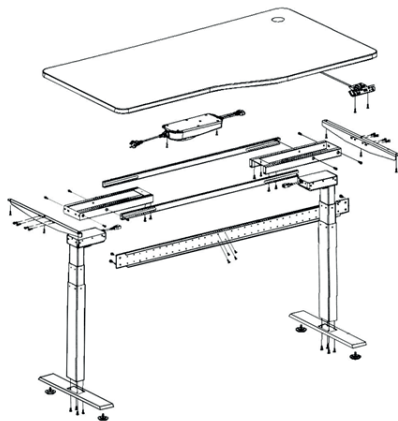

Abbildung 1: Explosionszeichnung
- Steuereinheit, Handschalter, Stromkabel, Hubsäule und Patchkabel wie in Abbildung 1 dargestellt anschließen.